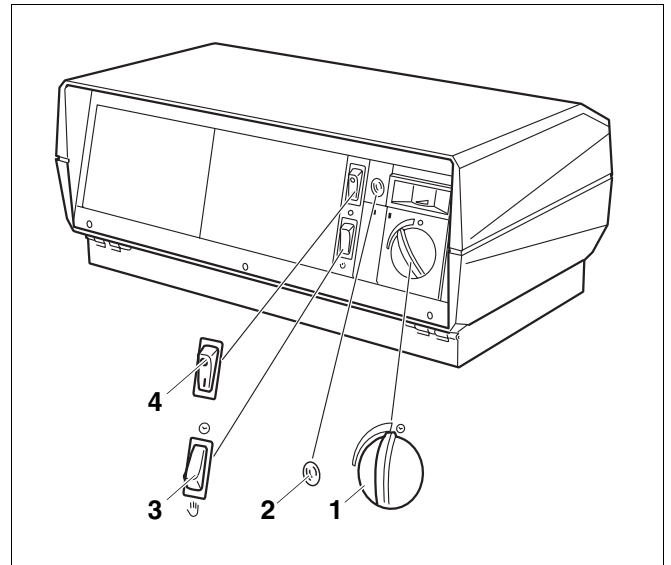

Abb. 66 Regelgerät
- Bei eingebauter Siegercontrol-Regelung den Betriebsartenwahlschalter (Abb. 66, **Pos. 3**) auf „☉“ (Automatik-Betrieb) stellen – ohne Siegercontrol-Regelung auf „☞“ (Handbetrieb) stellen.
- Kesselwasser-Temperaturregler (Abb. 66, **Pos. 1**) auf die gewünschte Temperatur einstellen. Der untere Anschlag entspricht 50 °C, der obere 75 °C. Die Sperre bei 75 °C können Sie durch Herausziehen des Kesselwasser-Temperaturreglers (ca. 2 mm) überwinden. Der Regelbereich reicht dann bis 90 °C.
Bei eingebauter Siegercontrol-Regelung und bei externer Regelung müssen Sie den Betriebsartenwahlschalter (Abb. 66, **Pos. 3**) immer auf „☉“ stellen.
- Betriebsschalter (Abb. 66, **Pos. 4**) in Stellung „I“ (EIN) stellen.